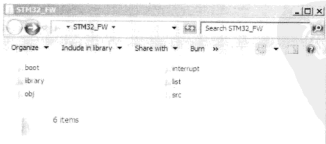

图 4.4.9 建立 STM32_FW 文件夹
① 请在任意一个地方建立一个空文件夹,并将其命名为 STM32_FW。然后在 STM32_FW 里新建 6 个文件夹,分别命名为 boot、library、src、obj、list、interrupt,如图 4.4.9 所示。